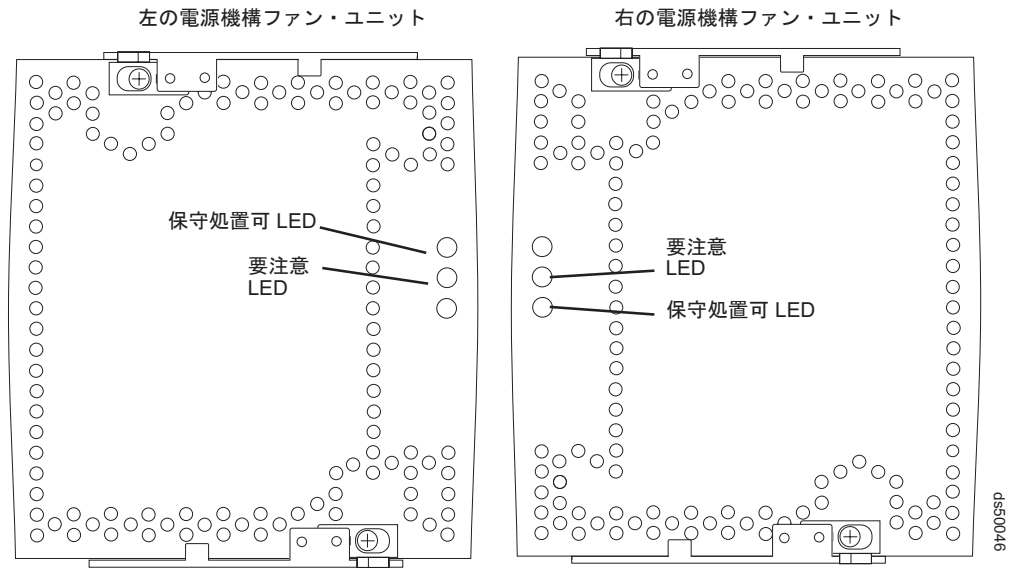

図 98. 電源機構およびファン・ユニットの要注意 LED
5. 各電源機構およびファン・ユニット上の要注意 LED を確認します。(180 ページの図 98 は、左方の電源機構およびファン・ユニットの保守処置可 LED が最上部の、すなわち最初の LED であり、要注意 LED が 2 番目の LED であることを示しています。右方の電源機構およびファン・ユニットでは、保守処置